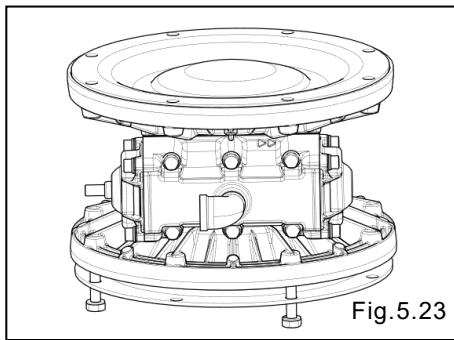
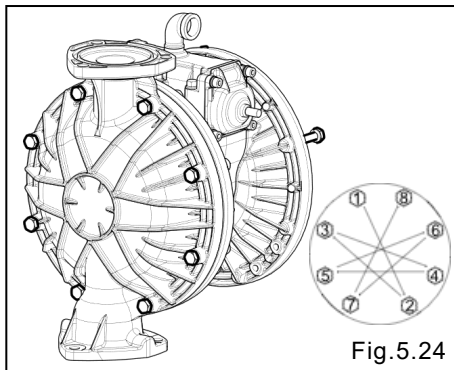

Fig.5.23
Fig.5.24
- Al apretar el diafragma de Fig.5.23, sus huecos deben quedar alineados con los 8 agujeros de los pernos de la cámara de aire. La posición del diafragma se ajusta girándolo ligeramente en sentido inverso al apriete, hasta conseguir la alineación con los agujeros de los pernos [Fig.5.23]
- Monte la cámara de líquido del lado del diafragma recién instalado, como se mencionó arriba Fig.5.23 [Fig.5.24].
- La Fig 5.24 muestra la posición estandar de las cámaras de líquido y el cuerpo central. Sin embargo, estas pueden alterarse dependiendo de las necesidades de instalación.